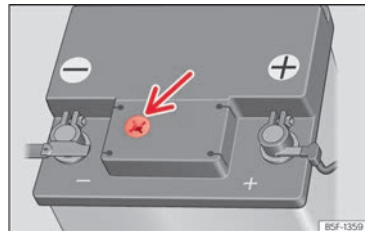

Abb. 252 Sichtfenster an der Oberseite der 12-Volt-Fahrzeugbatterie (Prinzipdarstellung).
- Prüfen Sie die Farbanzeige im runden Sichtfenster an der Oberseite der Batterie » » » **(Abb. 252)**.